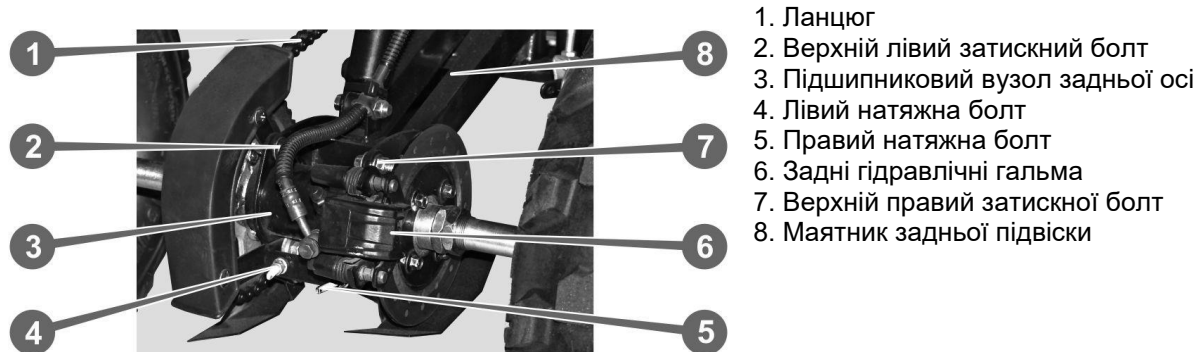

Рисунок 7.6. Механізм натягу ланцюга.
2. Послабте гайки верхніх і нижніх затискних болтів (див. рис. 7.6.),